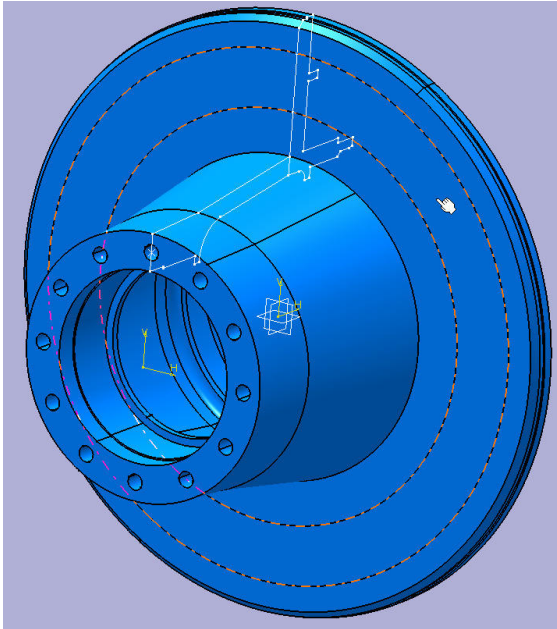

Abbildung 39
90. Markieren Sie die in Abbildung 39 hervorgehobene Teilfläche und begeben Sie sich anschließend in den Skizzierer.
93. Markieren Sie den Punkt und wählen Sie die Funktion **Bohrung**. Als Referenz wählen Sie die Teilfläche nach Abb. 39.